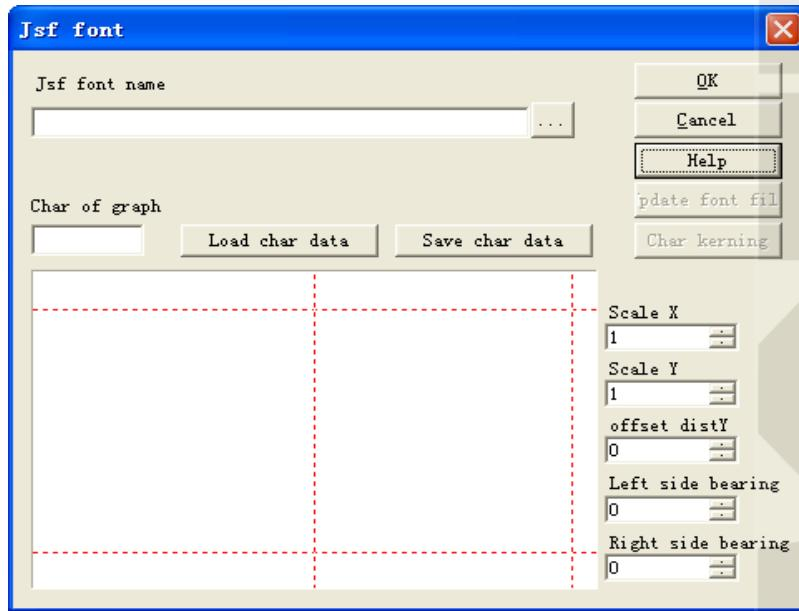
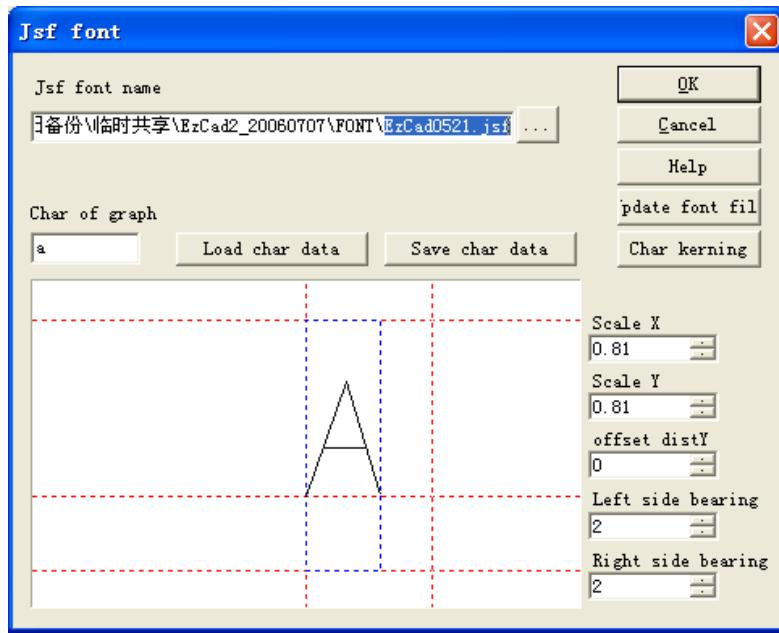

Рис. 5-17. Шрифт JSF.
Рис. 5-23. Сохранение.
При выборе опции «JSF font» (шрифт JSF) система развернет окно диалога, показанное на Рис. 5-17.
На Рис. 5-17 показаны две неактивные функциональные клавиши «Update font file» (обновить файл шрифта) и «Char kerning» (кернинг символов). Далее требуется выбрать
показанное на Рис. 5-17. Нажмите кнопку: и найдите каталог шрифтов программы «Metal Marker» в окне, введите «EZCAD0521», щелкните кнопкой для отображения следующего окна диалога, Рис. 5-23 .
соответствующие позиции символа «а», Рис. 5-23:
1. Нажмите «JSF fonts» (шрифты JSF) в меню «Modify» (модификация), появится окно диалога шрифтов JSF, показанное на Рис. 5-17 -> Нажмите кнопку: ..., откроется диалог поиска пути к файлу: «Metal Marker\font» -> Введите «EZCAD0521» -> Щелкните кнопкой.